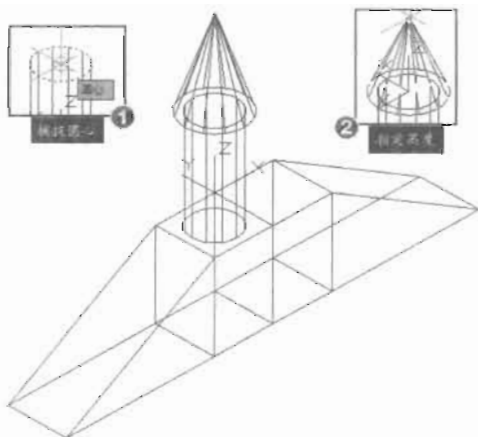

图 14-36
(8) 在“建模”工具栏中单击“圆锥体”按钮, 绘制一个如图 14-36 所示的圆锥体, 命令执行过程如下。